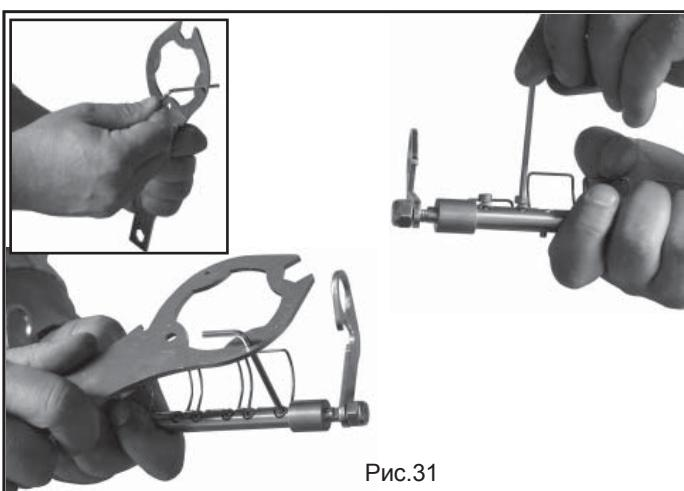

Рис.31
- 5) Используйте универсальный ключ в комплекте и шестигранный ключ (№ 3) для ослабления стопорных винтов эластиЧных чистиков, как указано на Рис. 31.